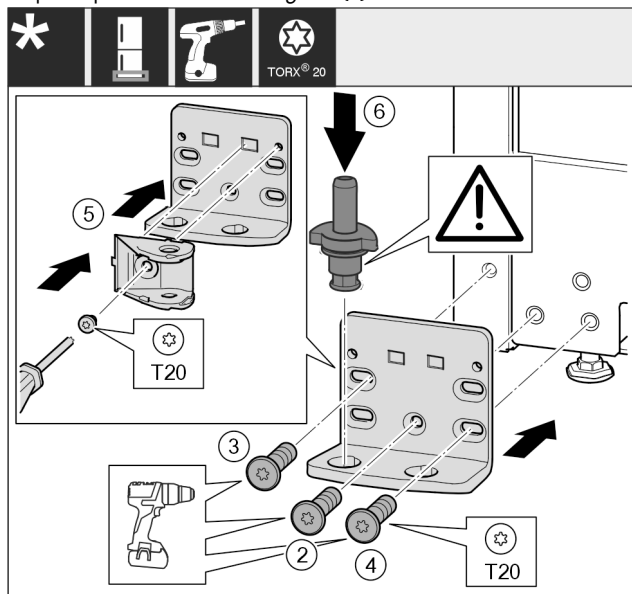

Fig. 24
- Vendosni bazamentin mbështetës në anën tjetër dhe mbërthejeni me ndihmën e një kaçavide. Filloni me vidën Fig. 24 (2) poshtë në mes.
- Mbërtheni fort vidën Fig. 24 (3) dhe vidën Fig. 24 (4).
- Rrotulloni me 180° lidhjen e amortizatorit të mbylljes Fig. 24 (5). Mbërthejeni në anën tjetër të bazamentit mbështetës me ndihmën e një kaçavide.
- Vendosni komplet në vend bulonin e rrotullimit Fig. 24 (6). Këtu bëni kujdes që gunga ndaluese të jetë e kthyer nga poshtë.